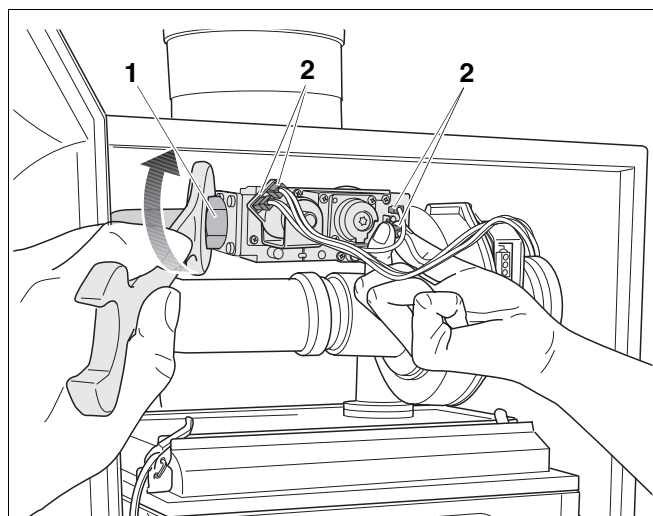

Рис. 111 Отсоединение подключений газовой арматуры
- Ослабить резьбовое соединение (рис. 111, поз. 1) на газовой арматуре и отсоединить 4 штекера (рис. 111, поз. 2) газовой арматуры.